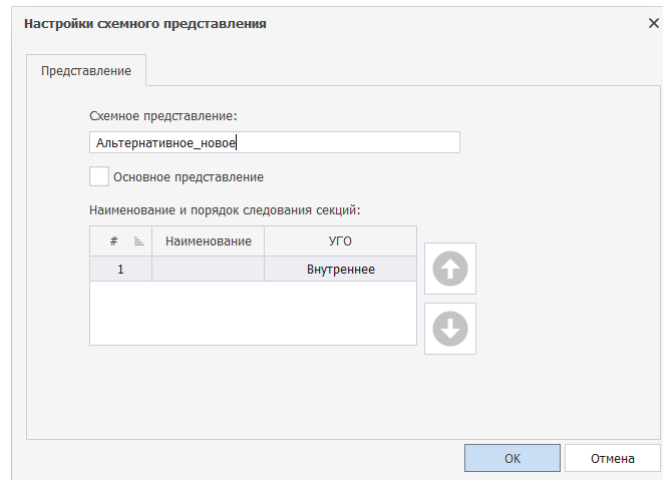

Рис. 210 Ввод нового имени схемного
2. Определить новое имя представления в поле «Настройки схемного представления» → «Схемное представление», см. Рис. 210.